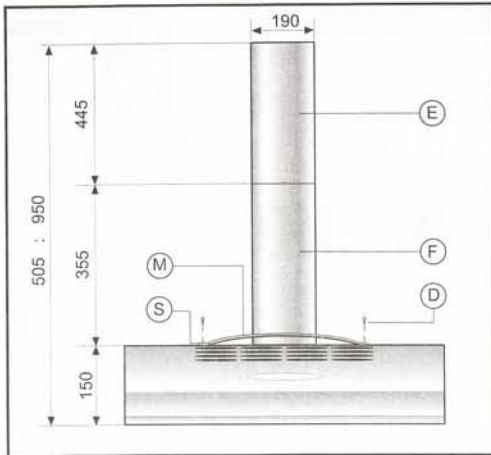

Fig.1
Coloque o vidro de protecção juntamente com os suportes (V) conforme se indica na Fig. 1, e fixe-o ao aparelho utilizando os parafusos fornecidos para esta finalidade.